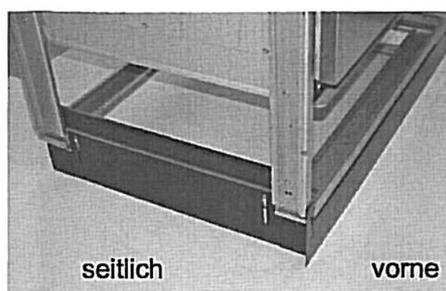

Abb. 3
- Nun die beiliegende hohe Sockelblende vorne, mittels Langlöcher am Boden ausrichten und anschrauben. Die Sockelblende seitlich auf gleiche Weise montieren (Abb. 3).